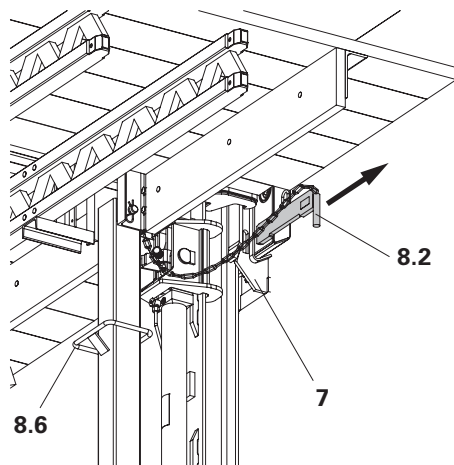

Fig. 46
2. Estrarre il perno **(8.2)** dai dispositivi di sospensione **(7)** e fissare alla maniglia **(8.6)**. (Fig. 46)